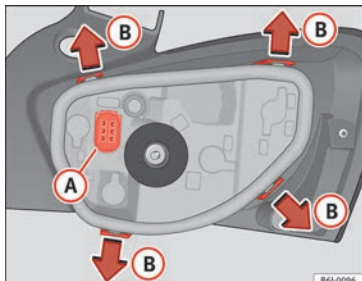

Fig. 109 Cambio de lámparas de las luces posteriores.
• Retire el portalámparas separándolo de la carcasa. Presione para ello las pestañas **(B)** en el sentido de las flechas »» fig. 109.